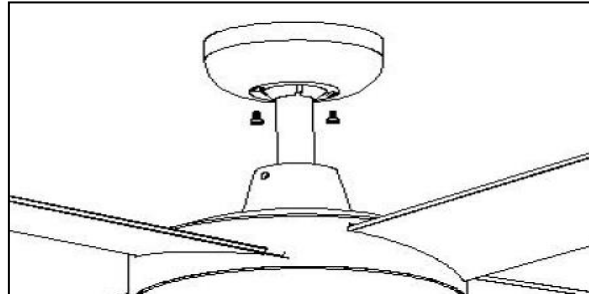

Fig. 10
- Bedek de montagebeugel met de overkapping. Zorg ervoor dat alle elektrische bedrading onder de overkapping gestopt is en dat ze niet beschadigd raken tijdens deze stap. Bevestig de overkapping aan de hangbeugel met de bijgesloten schroeven. Fig. 10.